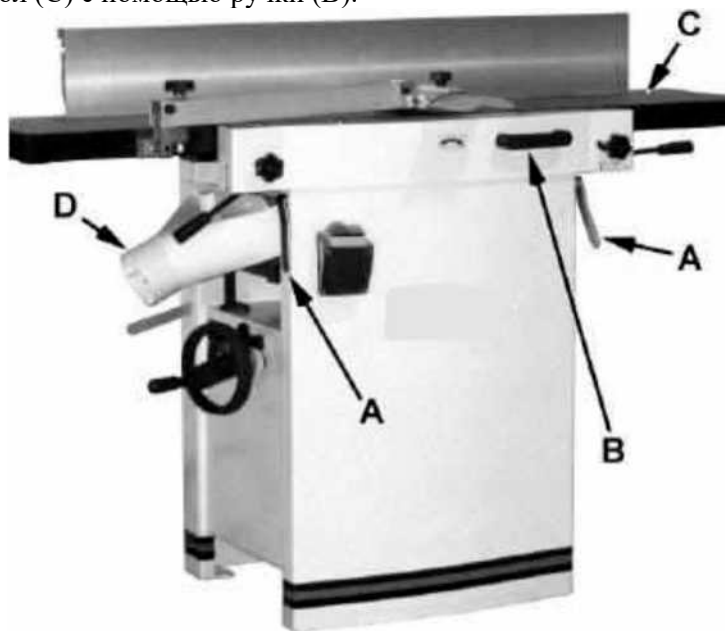

Рисунок 2
Для изменения конфигурации станка необходимо установить фуганок на строгальный станок (см. рис. 2):
1. Потяните за ручку фиксатора (F) и переместите желоб для сбора пыли (D, G) влево. Он должен быть расположен так, как показано на D, рис. 2.
2. Отпустите защелку (E) и выдвиньте стол вперед с помощью ручки наклона (B). Он должен быть расположен так, как показано на C, рис. 2.
3. Заблокируйте стол (C), нажав на ручки замка (A) в направлении станка и повернув их вниз (в сторону от оператора).